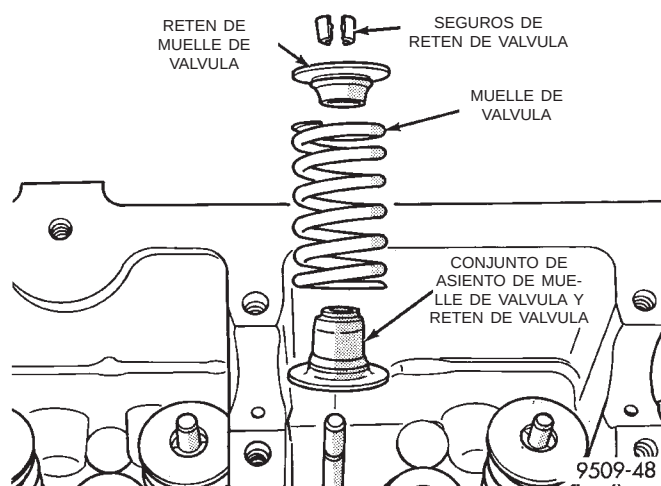

Fig. 49 Asiento de muelle de válvula/retén de válvula
- (1) Instale el conjunto de asiento de muelle de válvula/retén de válvula (Fig. 49). Presione el conjunto hacia abajo para que calce en el asiento en la guía de válvula.